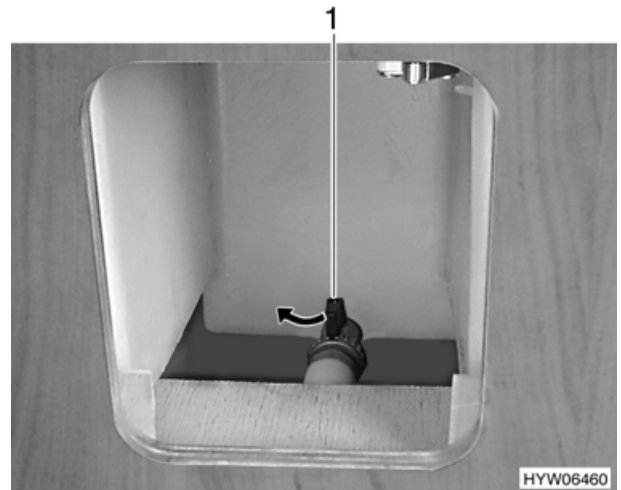

Bild 88 Frischwassertank, Wasserablasshahn (B 584), geöffnet
- Wasserablasshahn (Bild 88,1) zum Schließen in Pfeilrichtung drehen.
- Wasser-Ablasshahn (Bild 88,1) öffnen.